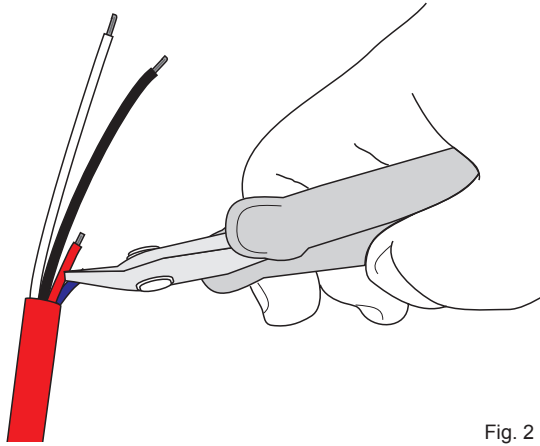

Fig. 2
**N.B.:** Si raccomanda di tagliare ed isolare i terminali che non verranno utilizzati (vedi fig. 2).
**N.B.:** Take care to cut and insulate the ends that will not be used (see Fig. 2).
**Remarque :** il est recommandé d'enlever et d'isoler les bornes qui ne sont pas utilisés (voir fig. 2).
**Beachte:** Es wird empfohlen, die nicht zum Einsatz kommenden Endstücke abzuschneiden und zu isolieren (siehe Abb. 2).
**N.B.:** Aansluitklemmen die niet gebruikt worden, moeten worden afgeknipt en geïsoleerd (zie fig. 2).
**N.B.:** Se recomienda cortar y aislar los terminales que no se utilicen (véase la fig. 2).